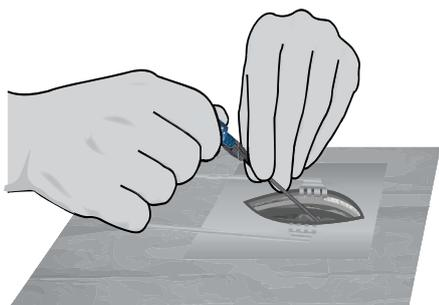

Figure 5. Insertion de l'aiguille Entrada dans l'incision
3. Recommandé pour les procédures permanentes ou les procédures d'essai permanentes : incisez avant d'insérer l'aiguille Entrada et insérez l'aiguille dans l'incision. La création d'une incision avant d'insérer l'aiguille Entrada ouvre la voie pour insérer l'ancrage dans le site d'incision. En cas d'incision après l'insertion de l'aiguille Entrada, vérifiez que la gaine est en place et veillez à ne pas endommager la gaine (voir Figure 5).